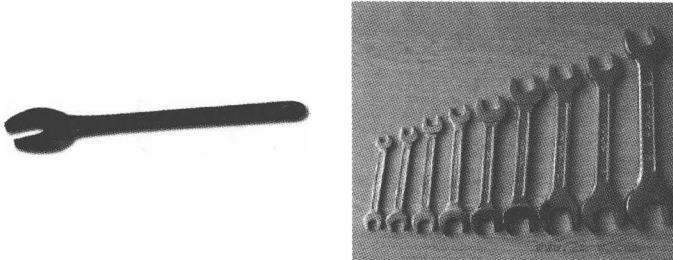

图 1-15 单头呆扳手、双头呆扳手
(1) 呆扳手 呆扳手也称开口扳手，其结构如图 1-15 所示。此类扳手的末端有 U 形开口，方便握紧螺栓或螺母的两个边。它有单头和双头两种，较常用的是双头，每头的开口有不同大小。